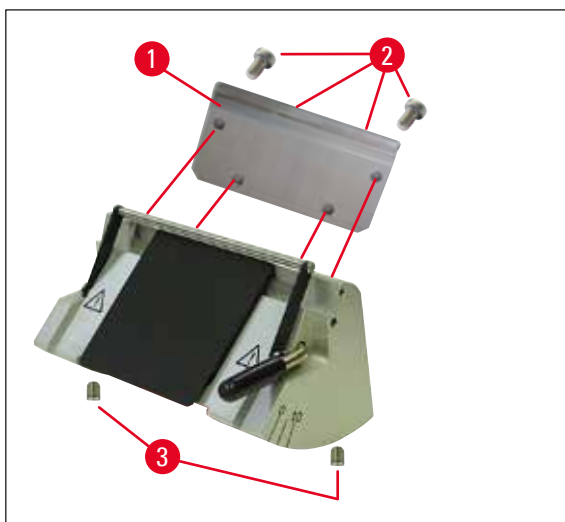
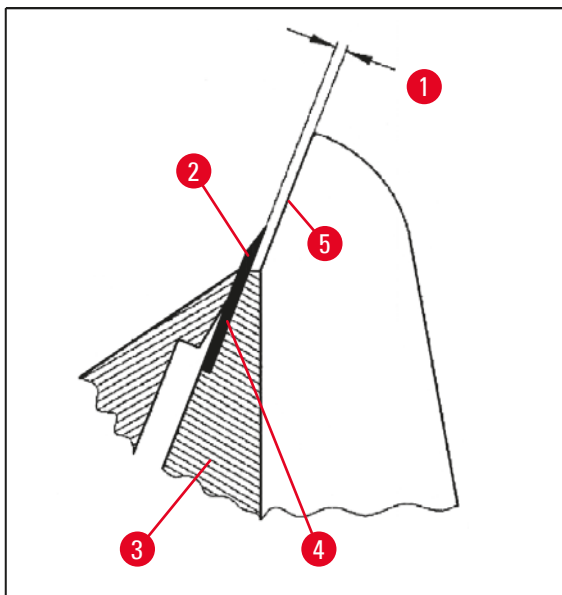

Fig. 34
Fig. 35
- Ved montering må det påses at den øvre kanten av trykkplaten (→ Fig. 40-4) står parallelt og i flukt med den øvre kanten av den bakre trykkplaten (→ Fig. 40-2) (se også (→ side 44 – Fig. 34), (→ side 45 – Fig. 35)). Juster trykkplatene om nødvendig (→ side 48 – 5.9.10 Oversikt – tilbehør).